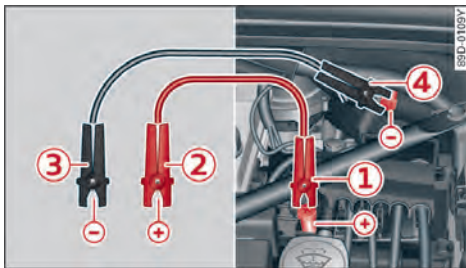

图 179 连接辅助启动电缆
1. 将红色正极电缆的一端连接到辅助启动销①上⇒图 179。
2. 将红色正极电缆的另一端固定在电源的正极②。